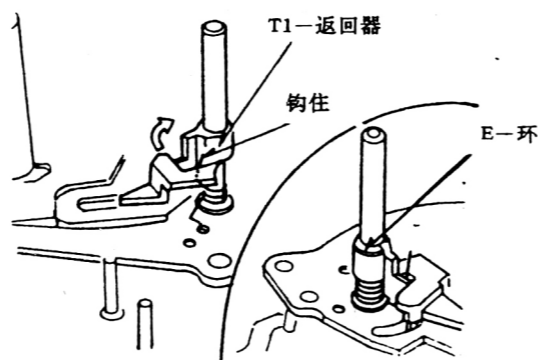

图 1-3-41
5. 如图 1-3-41 所示, 安装好 T1 回转弹簧后, 检查一下较长的一边是否在上端, 然后将长边钩子端插入 T1 回转器中, 最后套入一个 E 型金属环。